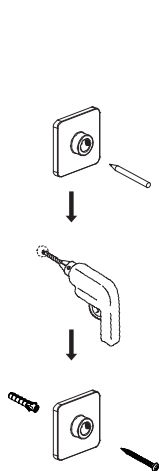

Figura 8
b) Instale el soporte de pared ⑯ en la posición marcada (Figura 8). Cubra la barra de ducha termostática para evitar el polvo. Conecte el conector de tubería ⑤ al soporte de pared y utilice la llave Allen para asegurarlo (Figura 9).